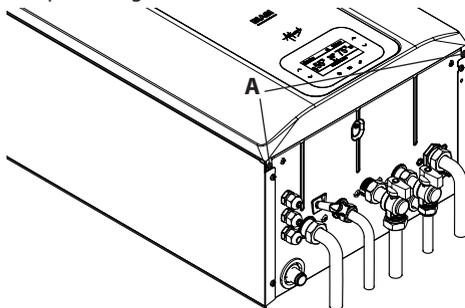
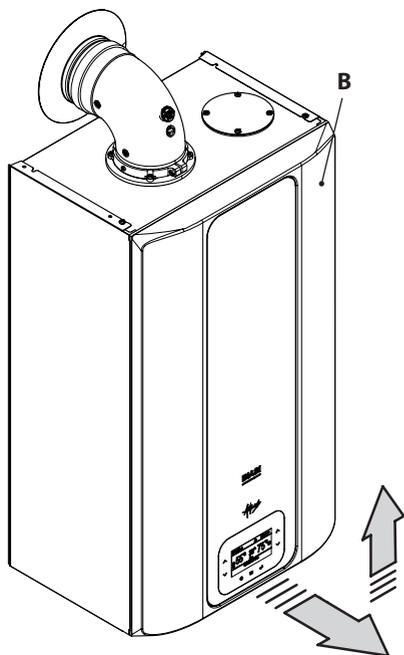

Figura 5.39
Figura 5.40
- Svitare le viti **A** (Figura 5.39) e rimuovere il pannello frontale **B** tirandolo a sé e quindi spingendolo verso l'alto in modo da liberarlo dalle sedi superiori Figura 5.40.